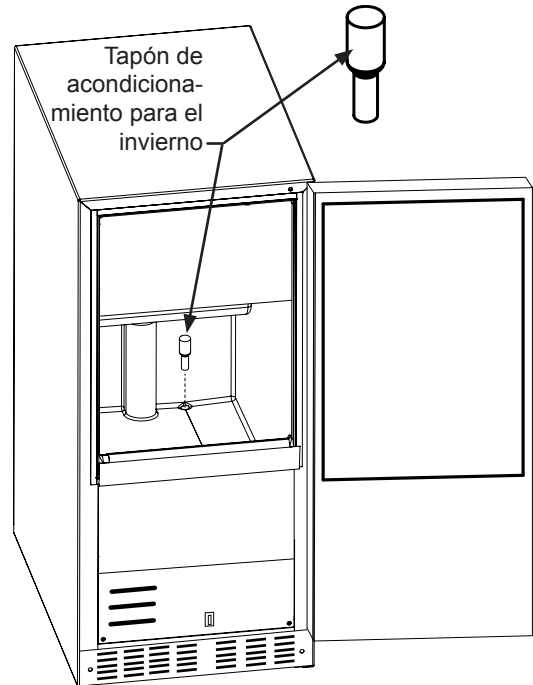

Figura 36
- Instale el tapón de acondicionamiento para el invierno en el orificio de drenaje de agua dentro del depósito de hielo (vea la Figura 36).